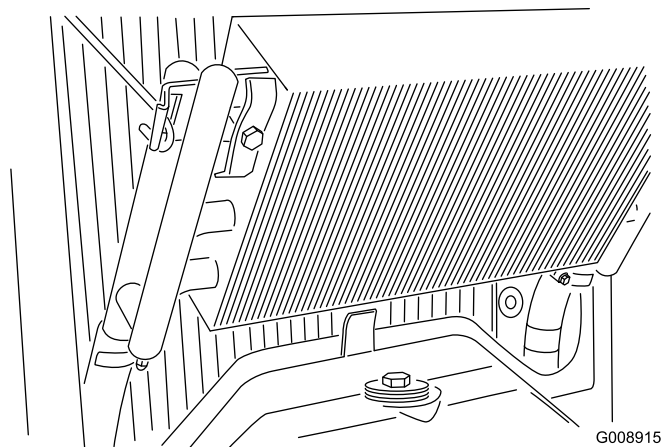

図 51
3. オイル・クーラのラッチを外し、クーラーを後ろに傾ける (図 51)。オイルクーラとラジエターの裏表を水または圧縮空気で丁寧に清掃する。オイルクーラを元に戻し、スクリーンを閉める。